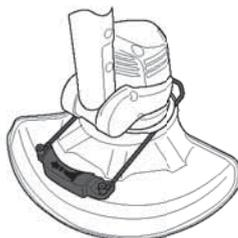

Fig. 25
- > Remettez l'étrier (11) dans sa position d'origine après usage et avant de ranger l'appareil (Fig. 25).